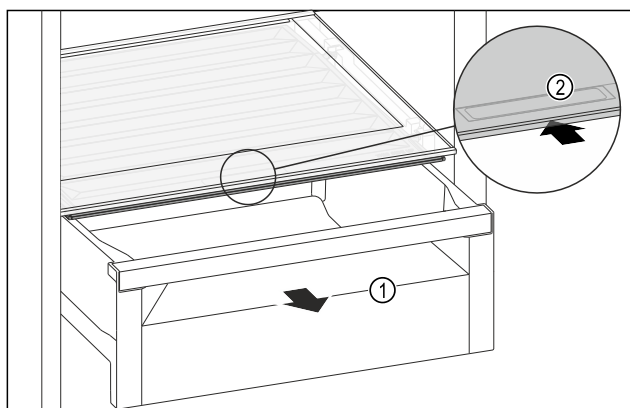

Fig. 126
- Schubfach Fig. 126 (1) herausziehen.
- Griffmulde Fig. 126 (2) am Fachdeckel anfassen und Fachdeckel gleichzeitig nach hinten schieben.